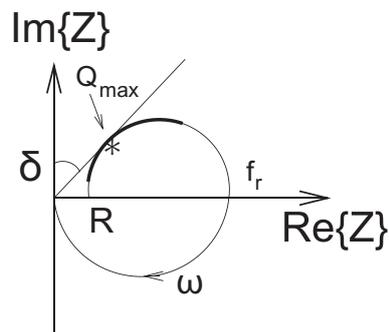

Abb. 1.5: Betriebspunkt maximaler Güte
Abb. 1.5 zeigt den Betriebspunkt der Spule mit maximaler Güte. Man erhält ihn durch Konstruktion einer Tangenten an die Ortskurve (im induktiven Bereich). Der Verlustwinkel  $\delta$  wird gegen die imaginäre Achse gemessen.
*Der benutzbare Bereich ist begrenzt durch den Serienwiderstand bei niedrigen bzw. die Eigenresonanz bei hohen Frequenzen. Der dickere Teil der Ortskurve in Abb. 1.5 kennzeichnet den Zwischenbereich, in dem die Spule eine hinreichende Güte hat und induktiv wirkt.*